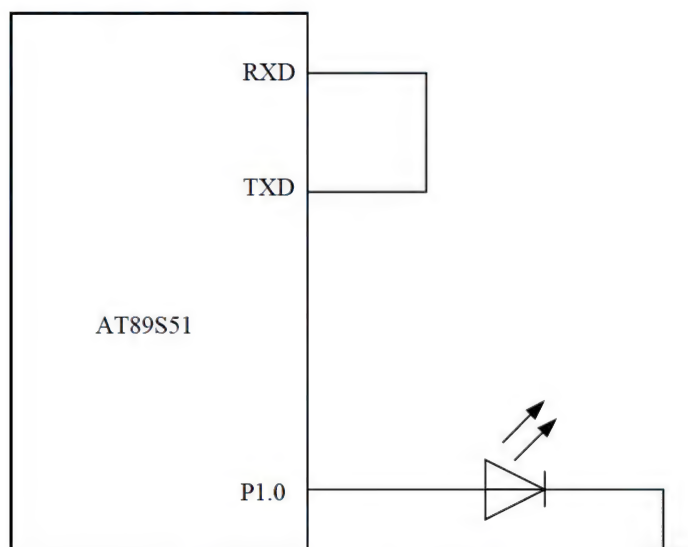

图 9.15 自发自收原理图
1. 接线如图 9.15 所示, 编一个自发自收程序, 检查单片机的串行口是否完好,  $f=12\text{MHz}$ , 波特率=600, 取 SMOD=0。